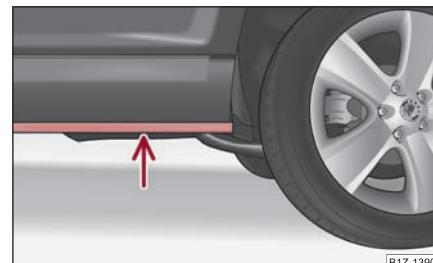

Fig. 7 Atravessar águas
- Antes de conduzir pela água verificar a profundidade da mesma. A água só deve chegar no máximo à alma da longarina inferior do veículo ⇒ fig. 7.